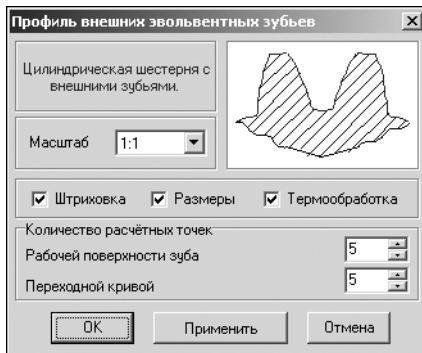

Рис. 4.45.
3. В раскрывшемся списке выберите команду **Профиль зубьев**. Откроется окно **Профиль внешних эвольвентных зубьев** (рис. 4.45).